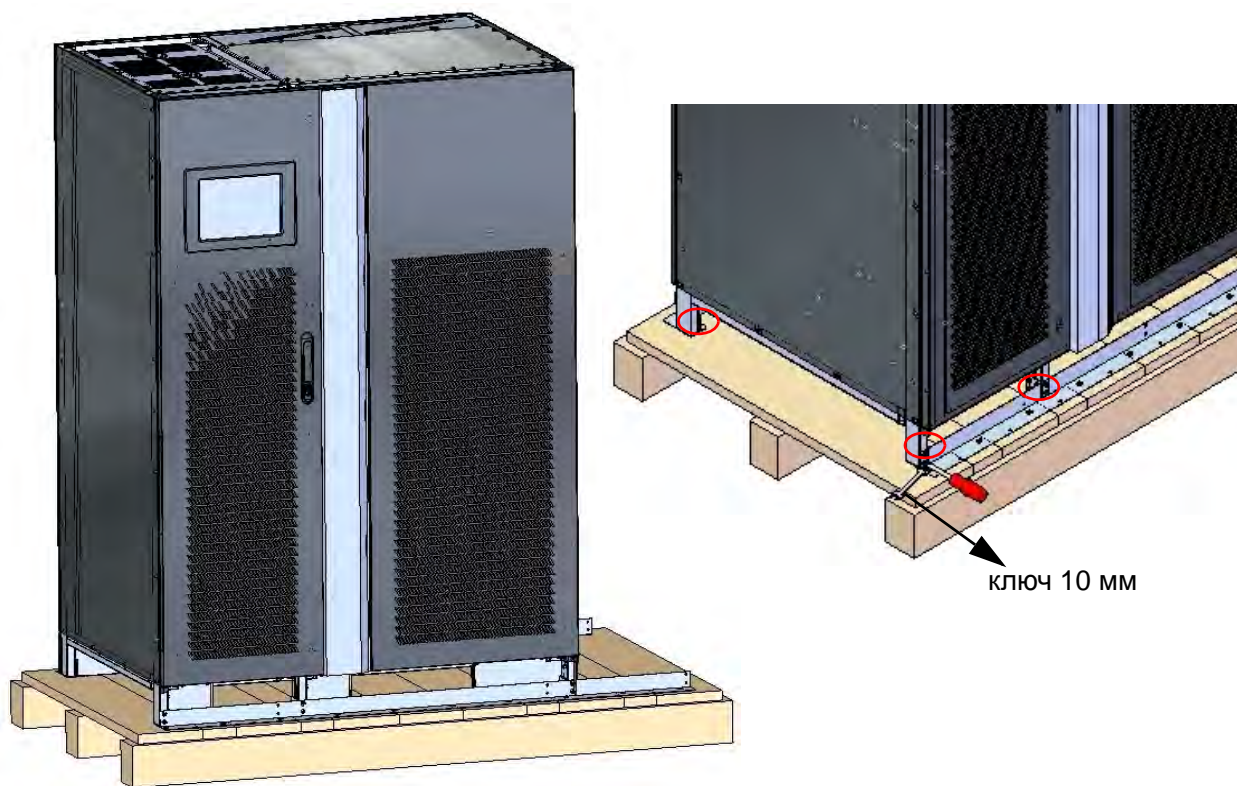

Рисунок 43 - РАСПАКОВКА - БЛОК ВВОДА-ВЫВОДА 1200 А
2) Снимите БЛОК ВВОДА-ВЫВОДА с поддона, отвинтив специальные крепежные болты (см. Рис. 43 - на стр. 47).